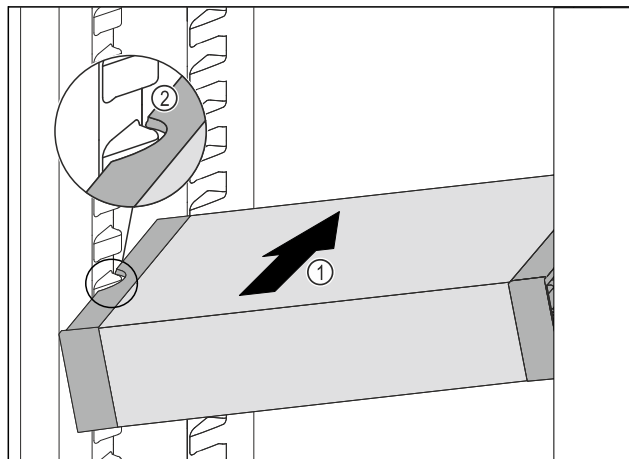

Fig. 170
- Futni pjerrtas VarioSafe në pjesën e ftohjes Fig. 170 (1), derisa foletë anësore Fig. 170 (2) të VarioSafe të jenë në lartësinë e brinjëve të kutisë në pjesën e ftohjes.